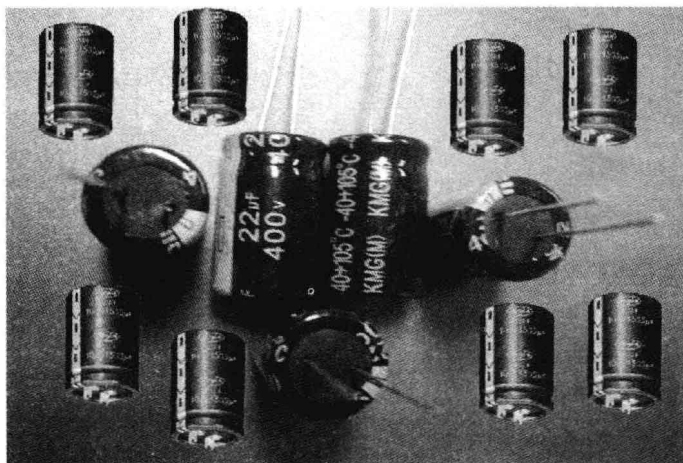

图1-18 铝电解电容器
**1. 铝电解电容器** 广泛应用于电动车和充电器中,其外形封装有管式和立式等,电极引出方式有轴向型、同向型(单向)和螺栓式,外壳有纸壳、铝壳和塑料壳。铝壳电解电容器外面还套有蓝色或黑色、灰色的塑料套,上面标注有型号、电容量、耐压值及允许偏差等。图1-18是几种铝电解电容器的外形。